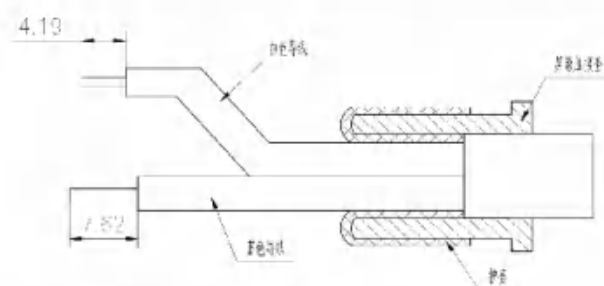

图 4.4-2
② 如图 4.4-2 所示, 在电缆护套上套上屏蔽压接套, 将屏蔽层套在屏蔽压接套上, 按图示剥开内部导线。